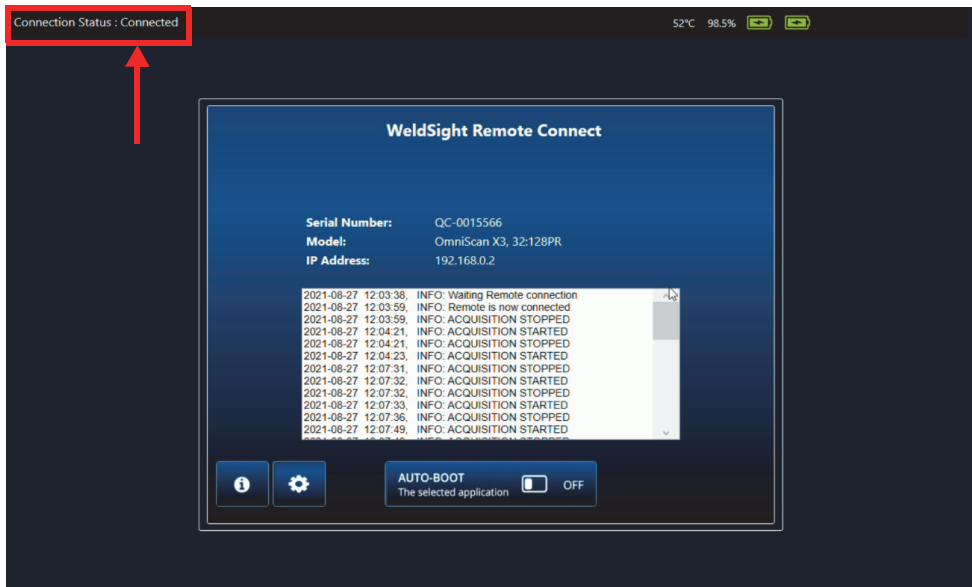

Figure 7-6 État de la connexion — Connecté
7. Si tout est correctement configuré, l'état dans WeldSight Remote Connect devrait passer de **Ready** (Prêt) à **Connected** (Connecté) [Figure 7-6 à la page 79].